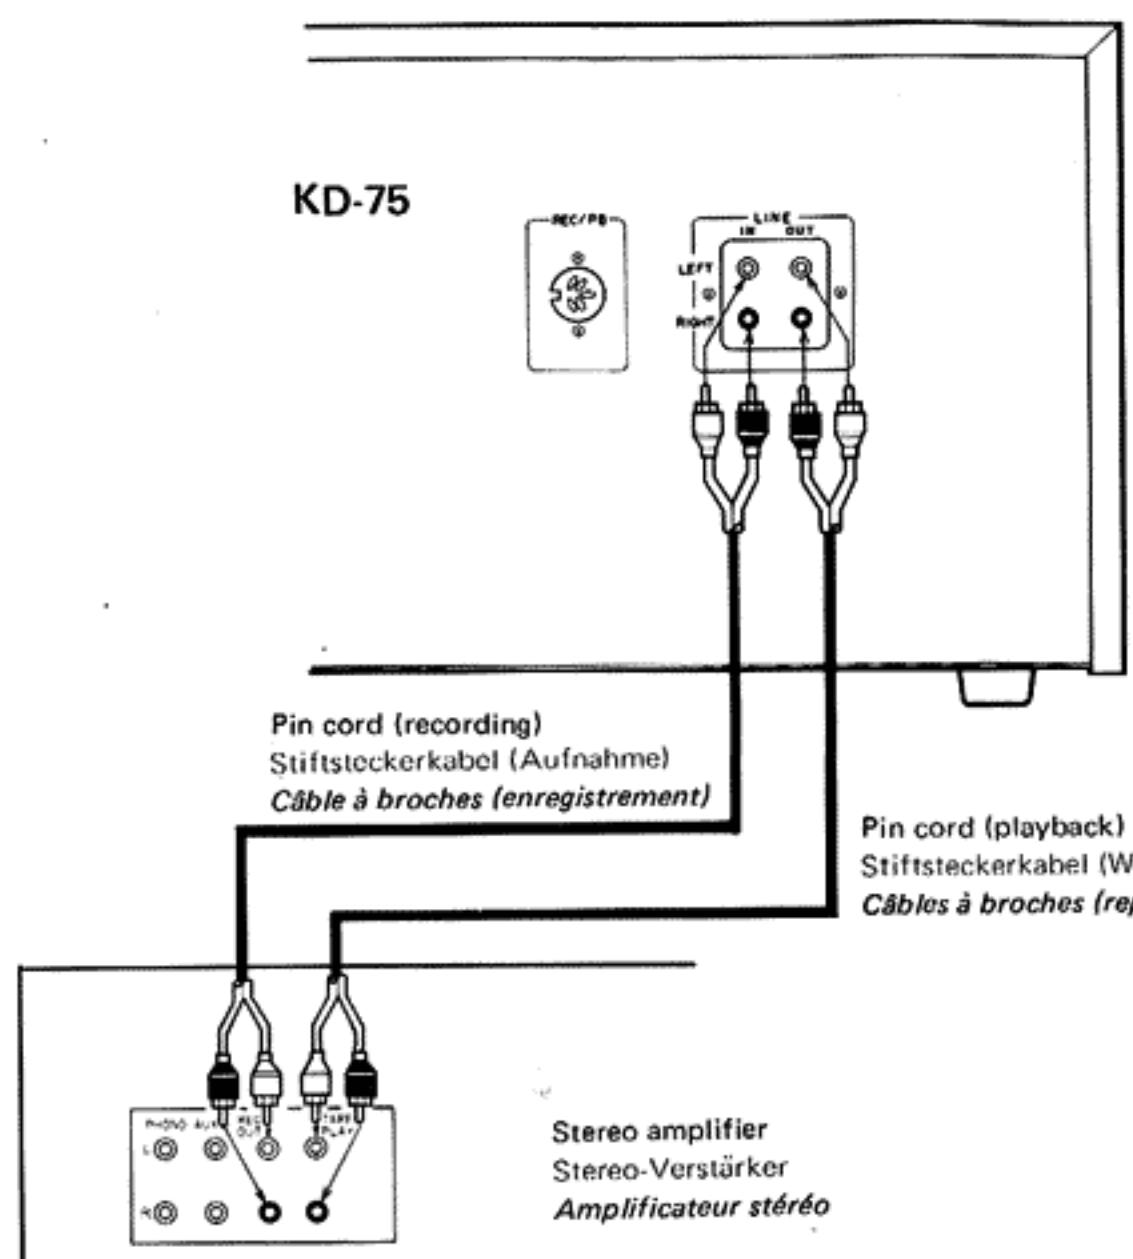

Fig. 5
(Fig. 5)
1. Anschluß an einen Stereo-Verstärker mit Stiftsteckerkabeln. (Fig. 5)
1. Raccordement à un amplificateur stéréo avec les câbles à broches. (Fig. 5)